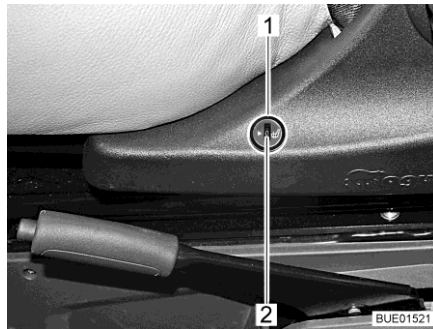

Fig. 26 Interruttore riscaldamento del sedile
- Metà inferiore dell'interruttore (Fig. 26,1) sul lato sinistro della console del sedile.
- Per regolare una potenza di riscaldamento minore, ruotare la rotella di regolazione (Fig. 26,2) in direzione "0".
- Per regolare una potenza di riscaldamento maggiore, ruotare la rotella di regolazione (Fig. 26,2) in direzione "5".
- Metà superiore dell'interruttore (Fig. 26,1) sul lato sinistro della console del sedile.